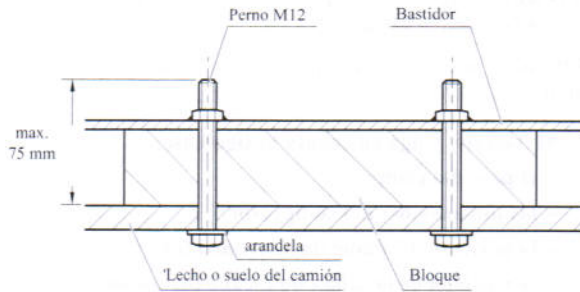

Fig. 8.3 Sección transversal
**Asegúrese de que no sobresalen los pernos del lecho o del suelo del camión más de 75 mm (comprobar, vea la Fig. 8.3). Los pernos demasiado largos pueden perforar el depósito de combustible.**